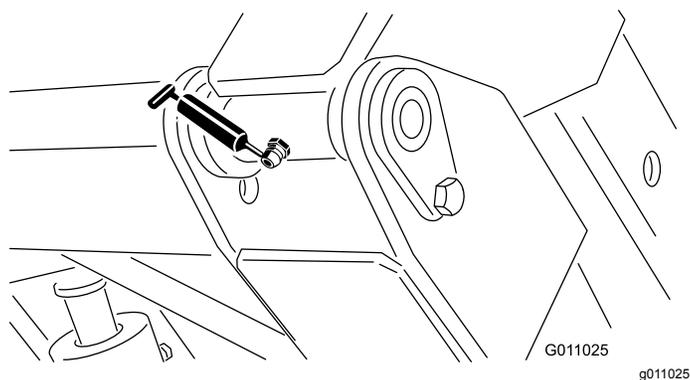

Рисунок 33
- Ось поворота бункера (верхняя) (2 шт.) (Рисунок 33).